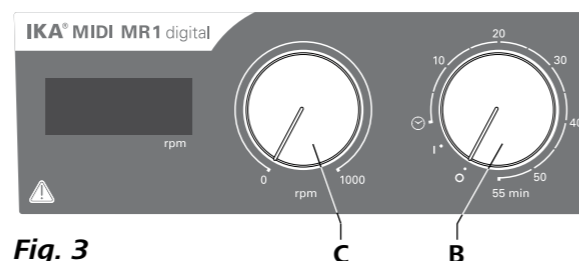

Fig. 3
- ☞ Zum Einschalten des Geräts drehen Sie den Drehknopf „**Ein/Aus**“ und „**Timer**“ (**B**, siehe Fig. 3) im Uhrzeigersinn in Position „**1**“.
- ☞ Stellen Sie die Motordrehzahl mit dem Reglerknopf „**Drehzahl**“ (**C**, siehe Fig. 3) ein. Die Motordrehzahl kann auf 0 bis 1000 rpm für **MIDI MR 1 digital** und auf 0 bis 600 rpm für **MAXI MR1 digital** eingestellt werden.